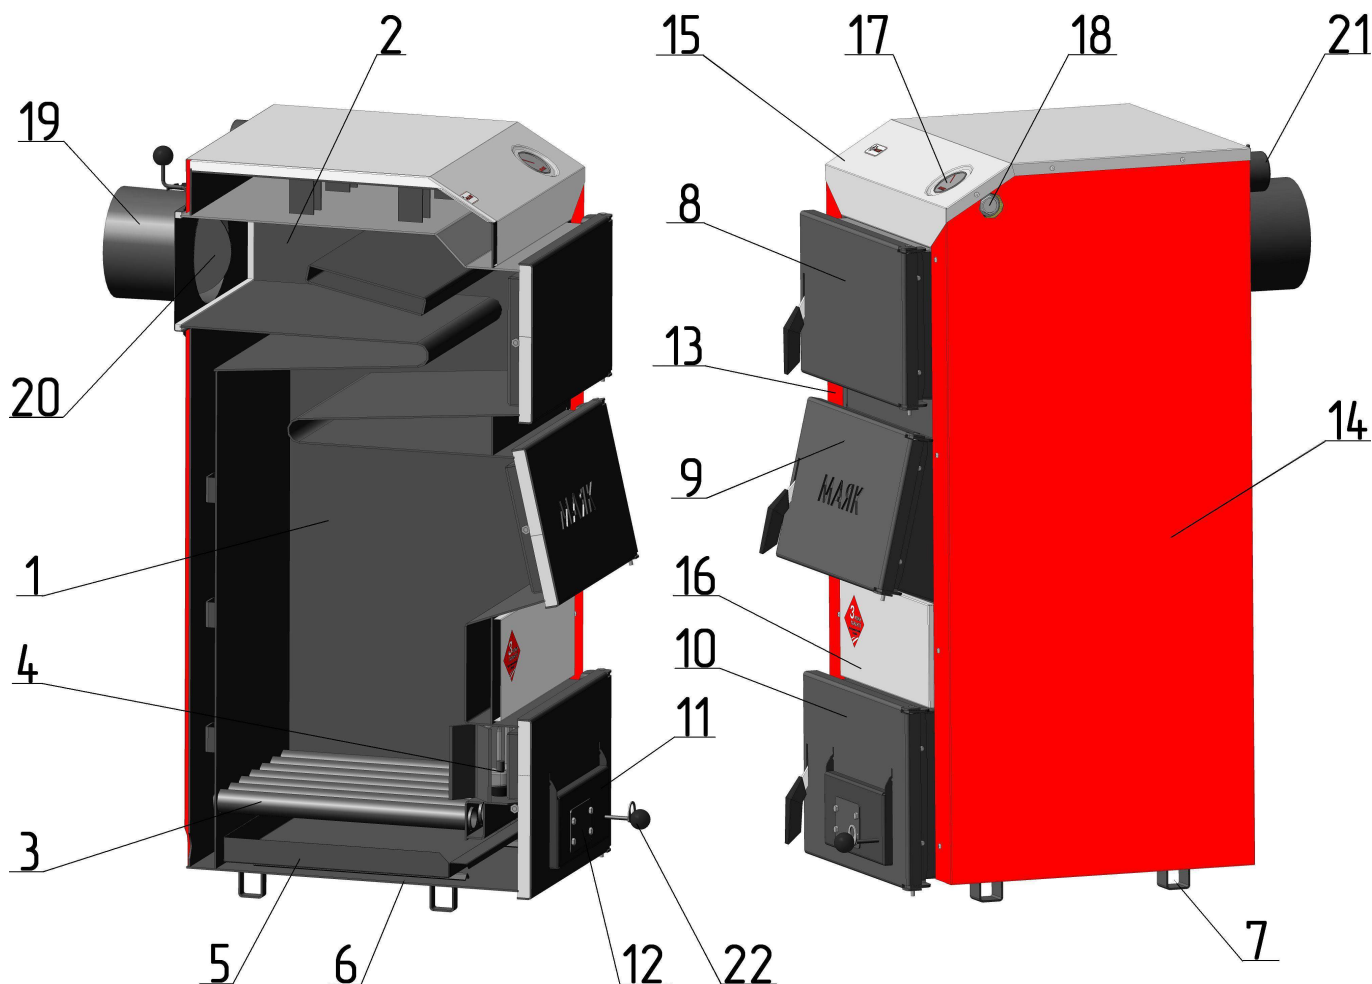

Рисунок 1. Котел опалювальний
7.1.2 Коли розпалювальний матеріал розгориться почати завантаження палива через завантажувальні дверцята. Для запобігання спікання вугілля рекомендується спочатку нагріти воду у котлі до температури приблизно 60°C, використовуючи у якості палива дрова, після чого почати завантаження вугілля. Розмір окремих фракцій вугілля повинен складати не менше 25 мм. Поступово й рівномірно завантажити вугілля в кількості, достатній для утворення шару висотою приблизно 150 мм, після чого завантаження припинити на термін 15-20 хвилин для займання палива. Після завантаження, закрити завантажувальні дверцята, заслінку на шурувальних дверцятах відкрити за допомогою ручки регулювання доступу повітря (поз.12, рисунок 1) .
7.1.4 Регулювання температури води у котлі проводиться за допомогою шибера (поз.20, рисунок 1) та заслінки (поз.11, рисунок 1). Для збільшення температури необхідно відкрити шибер та заслінку, для зменшення — повністю або частково закрити шибер та заслінку.
Honeywell FR124 регулювання температури води проводиться за допомогою шиберу (поз.20, рисунок 1) та регулятора тяги. Для збільшення температури необхідно відкрити шибер та встановити ручку управління регулятора на позначку більш високої температури, для зменшення — повністю або частково закрити шибер та встановити ручку управління регулятора на позначку нижчої температури.
При обладнанні котла електронним регулятором роботи котла та вентилятором після розпалу котла закрити дверцята зольника поз.10 (рис. 1), після чого включити регулятор та встановити потрібні настройки згідно настанови з експлуатації. При роботі котла дверцята повинні бути закриті.
Для запобігання викиду полум'я та опіків, забороняється відкривати ревізійні поз. 8 та завантажувальні поз.9 (рис.1) під час роботи вентилятора!
7.2.1 Для припинення роботи котла повністю закрити заслінку (поз.11, рисунок 1) та шибер (поз.20 рисунок 1). При цьому припиняється подача повітря у топку і паливо поступово загасає.
При обладнанні котла регулятором тяги встановити ручку управління регулятора на позначку 0» та повністю закрити шибер (поз.20 рисунок 1).